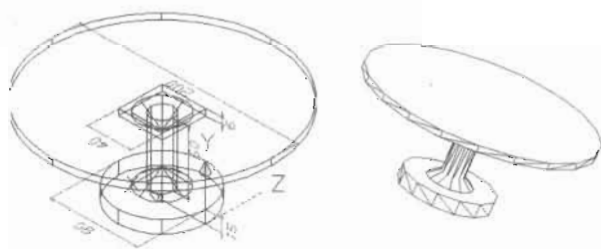

图 12-105
(2) 根据图 12-105 中给出的尺寸, 创建一个简单的圆桌实体模型, 主要是通过创建圆柱体、长方体和圆锥体来完成。